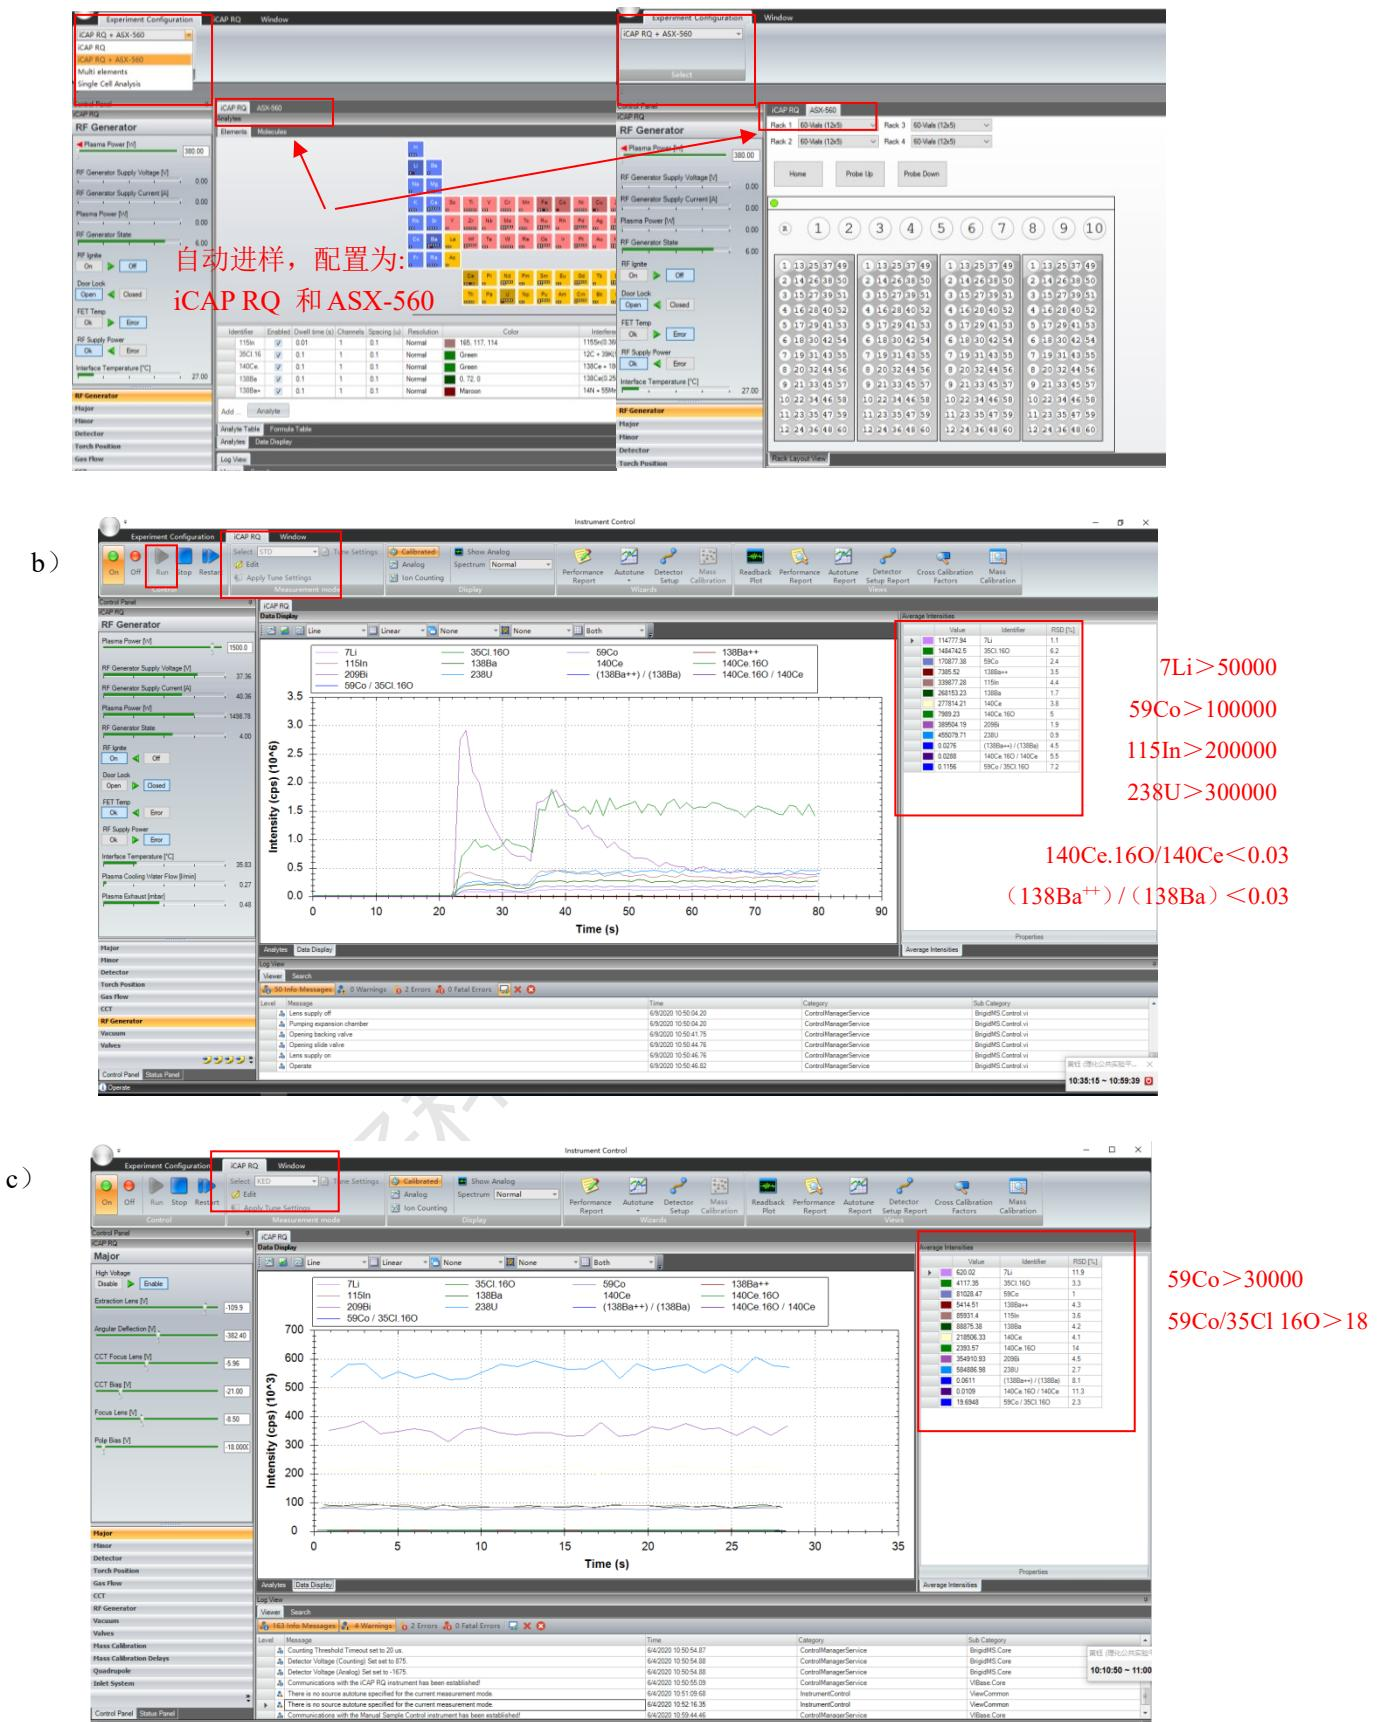

图6-4 判断仪器灵敏度
a) 仪器配置：如图6-4 (a) 所示，在Experiment Configuration选项卡的下拉菜单中选择仪器配置：
b) STD模式灵敏度：如图6-4 (b) 所示，当仪器在STD模式下稳定10~15 min后，将样品管和内标管同时放入调谐液中，点击Run采集信号。在Properties窗口查看各元素或化合物的信号强度，灵敏度应满足： $7\text{Li} > 50000$, $59\text{Co} > 100000$, $115\text{In} > 200000$, $238\text{U} > 300000$, $140\text{Ce}/140\text{O} < 0.03$, $(138\text{Ba}^{++})/(138\text{Ba}) < 0.03$ 。点击Stop，将样品管和内标管放回去离子水中；
c) KED模式灵敏度：如图6-4(c)，在iCAP RQ菜单栏切换到KED模式，**等待仪器在KED模式下稳定10~15 min**，然后将样品管和内标管同时插入调谐液中，点击Run开始采集信号。在KED模式下，灵敏度应满足： $59\text{Co} > 30000$, $59\text{Co}/35\text{Cl} 16\text{O} > 18$ 。然后点击Stop，将样品管和内标管放置到去离子水中。